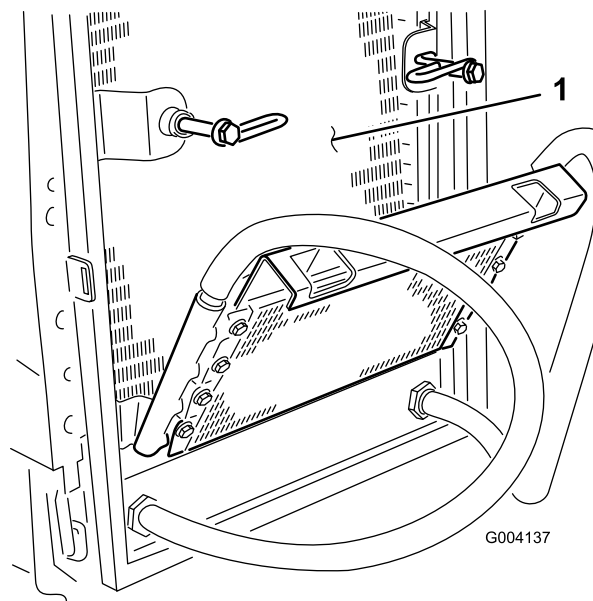

Figura 63
6. Limpe os dois lados do dispositivo de arrefecimento de óleo e o radiador (Figura 63) com ar comprimido.